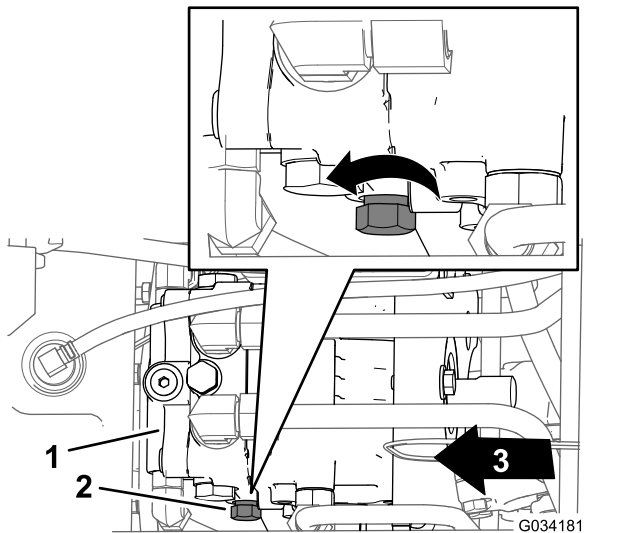

Bild 32
2. Das Bedienelement für das Sicherheitsventil befindet sich an der linken Seite der Hydraulikpumpe (Bild 32).
3. Drehen Sie das Bedienelement drei Umdrehungen gegen den Uhrzeigersinn (Bild 32).
3. Drehen Sie das Steuerhandrad (Bild 32) nach rechts, bis Sie einen Widerstand spüren (das Sicherheitsventil ist dann geschlossen).